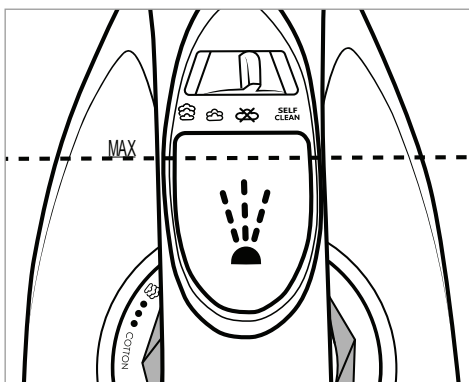

Fig. 1
- 3) Fyld vandbeholderen **2** op til den maks. markering **MAX** med målebægeret **11** (se fig. 1).